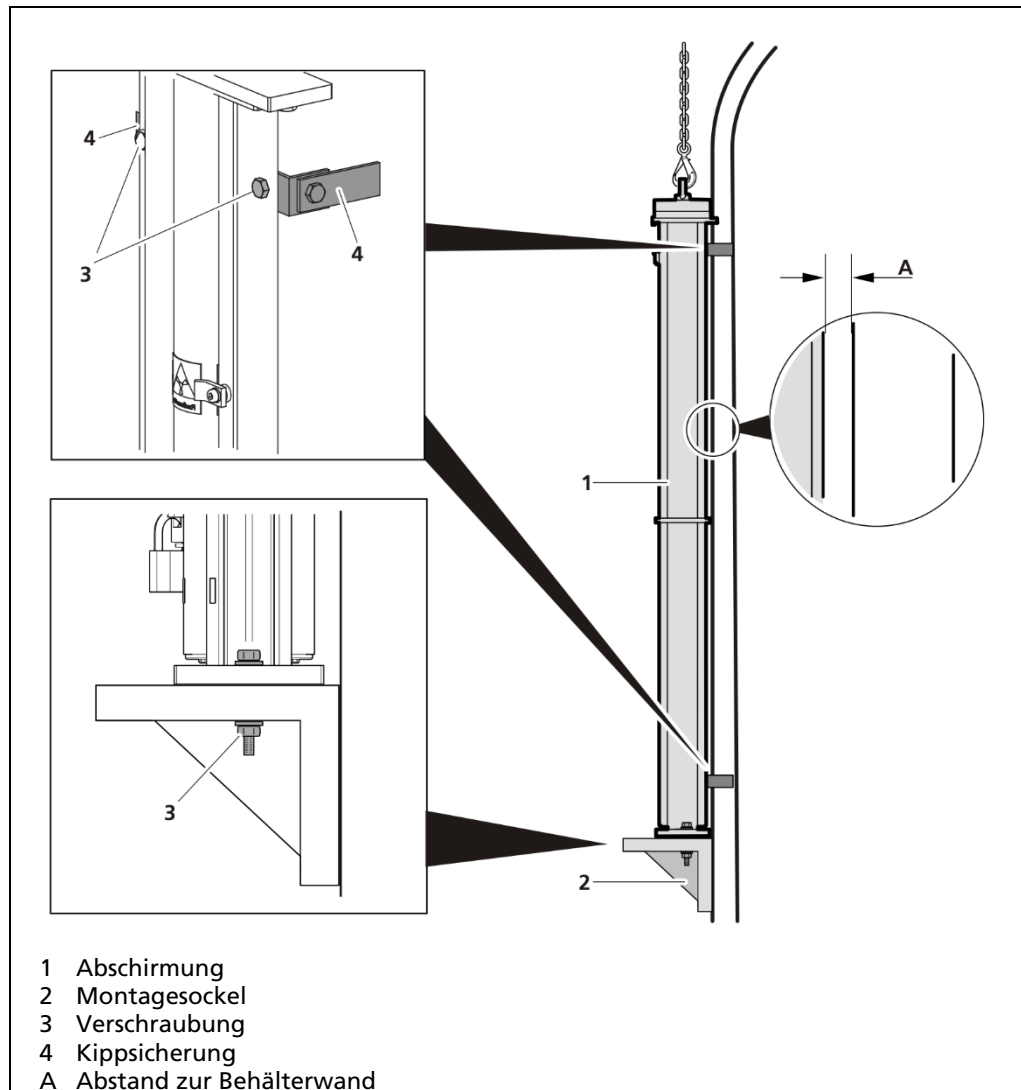

Abb. 6 Montage am Behälter
6. Abschirmung (Abb. 6, Pos.1) am Montagesockel (Abb. 6, Pos.2) verschrauben. Die Auswahl der Verschraubungen (Abb. 6, Pos.3), die Sicherung und das Anzugsdrehmoment legt der Anlagenhersteller fest.
7. Abschirmung mit beidseitiger Kippsicherung (Abb. 6, Pos.4) an der Behälterwand verschrauben. Die Auswahl der Verschraubungen (Abb. 6, Pos.3), die Sicherung und das Anzugsdrehmoment legt der Anlagenhersteller fest.
Bei der Auslegung der Abschirmung wurde davon ausgegangen, dass die Abschirmung mit einem Abstand A von 20 mm montiert ist, siehe Abb. 6.